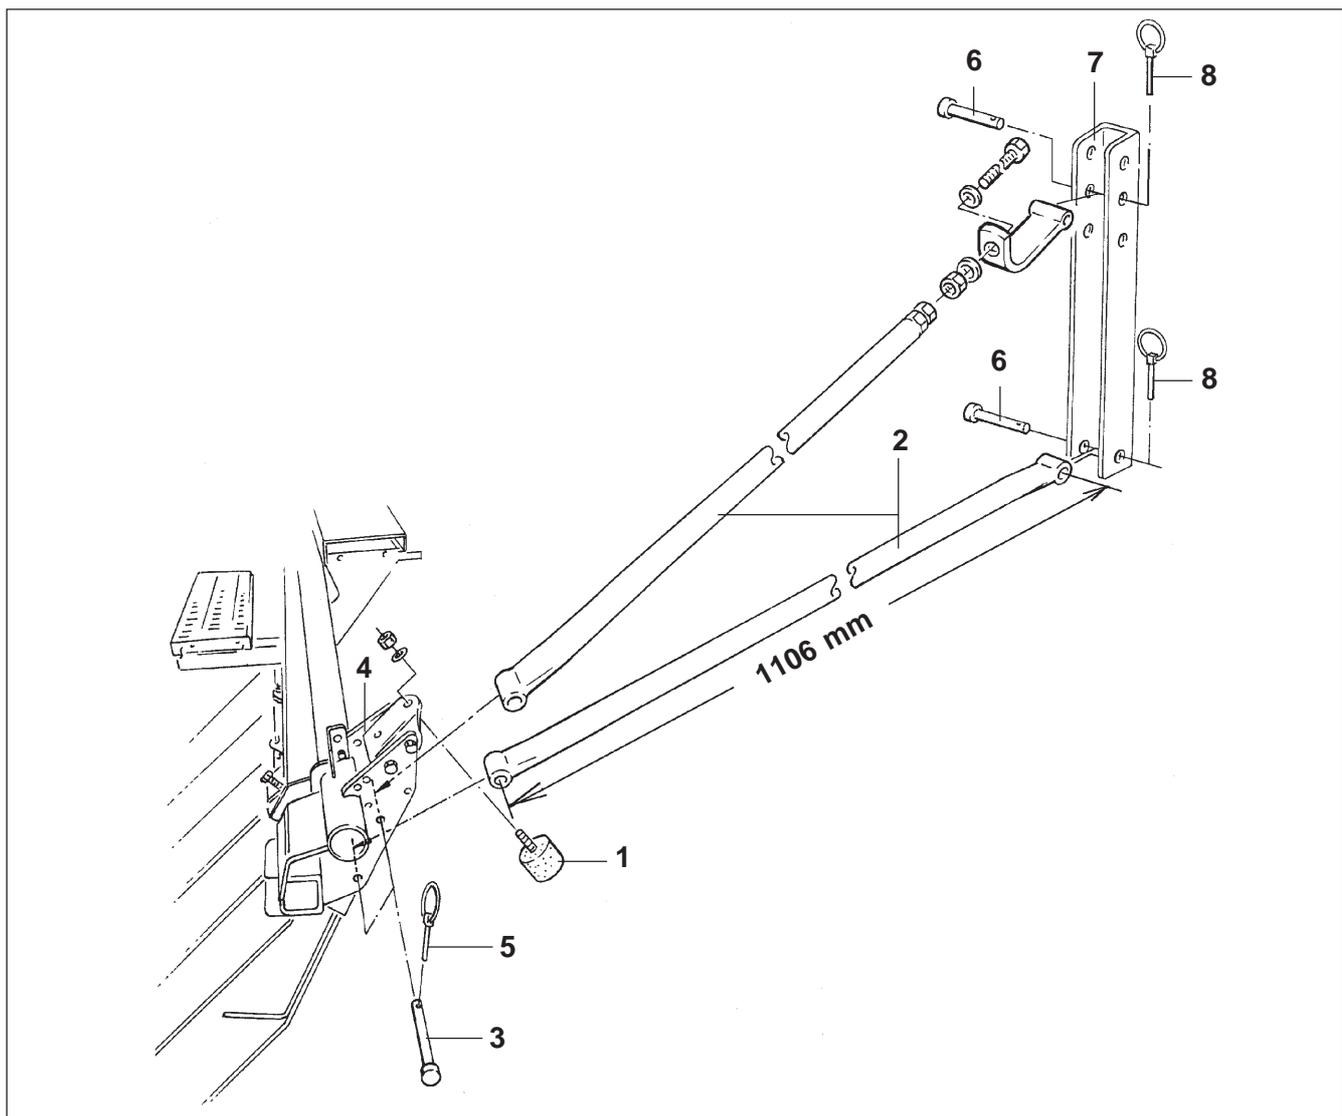
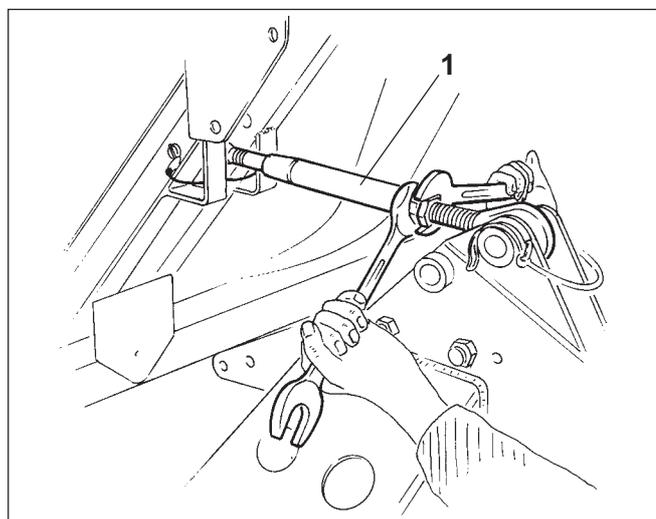

Fig. 24.3
Fig. 24.9
- Schwingmetallpuffer (Fig. 24.3/1) anschrauben.
- Halterohre (Fig. 24.3/2) mit Bolzen (Fig. 24.3/3) an den Halterungen (Fig. 24.3/4) des Exaktstriegels abstecken und mit Klappsteckern (Fig. 24.3/5) sichern.
- Halterohre (Fig. 24.3/2) mit Bolzen (Fig. 24.3/6) an den Taschen (Fig. 24.3/7) abstecken und mit Klappsteckern (Fig. 24.3/8) sichern.
Diese Einstellung erfolgt durch Verlängern oder Verkürzen des Oberlenkers (Fig. 24.9/1), mit dem die Sämaschine an der Bodenbearbeitungsmaschine befestigt ist.
Reicht der Verstellweg des Oberlenkers (Fig. 24.9/1) nicht aus, ist die Länge der oberen Halterohre (Fig. 24.3/2) zu verstellen.